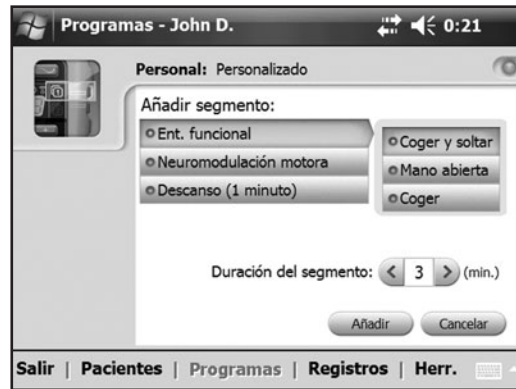

Ilustración 8-34: Ventana para agregar segmento del programa personalizado.
6. Para agregar un segmento, presione **Añadir** para abrir la ventana Agregar segmento. Consulte la Ilustración 8-34. Seleccione el segmento que desea, ajuste su duración y presione **Añadir**. El